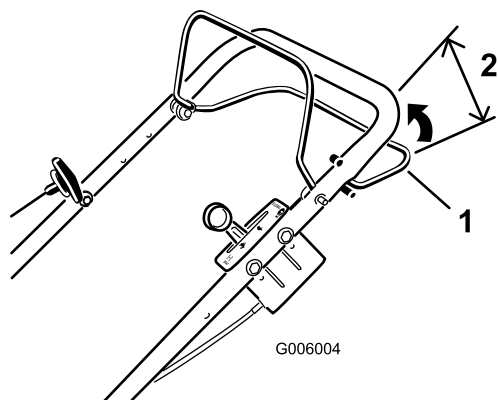
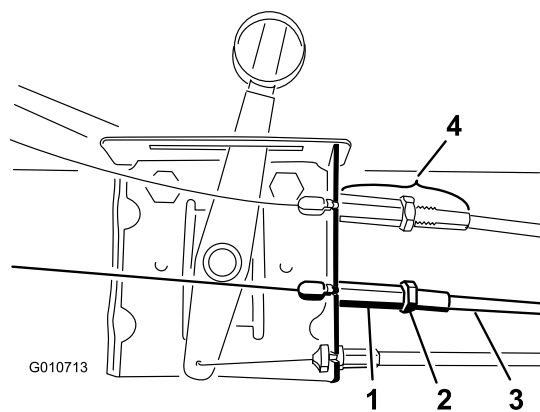

Figure 43
Figure 44
Si la tondeuse ne se propulse pas automatiquement ou avance quand la barre de commande d'autotraction est à plus de 60 mm du guidon (Figure 43), réglez l'autotraction.
1. Desserrez l'écrou de blocage (Figure 44).
2. Vissez la gaine du câble dans l'écrou soudé pour augmenter l'écart entre la barre et le guidon (or dévissez la gaine de l'écrou soudé pour réduire l'écart) (Figure 44) jusqu'à ce que vous obteniez l'écart correct (Figure 43).